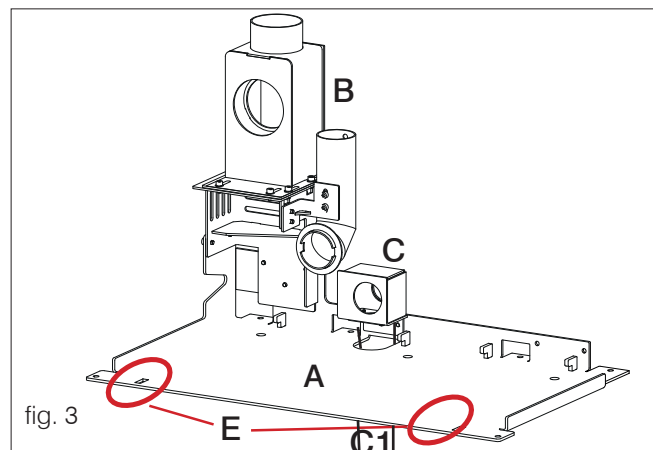

fig. 3
- Den Rauchabzug (nicht mitgeliefert) auf die Rauchlei- tung (B) und das Rohr \varnothing 40 mm (C1 - nicht mitgeliefert) auf die Primärluftleitung (C) setzen. Das Rohr \varnothing 40 mm (C1 - nicht mitgeliefert) kann von unter der Grundplatte installiert werden (A) siehe Abb. 3.